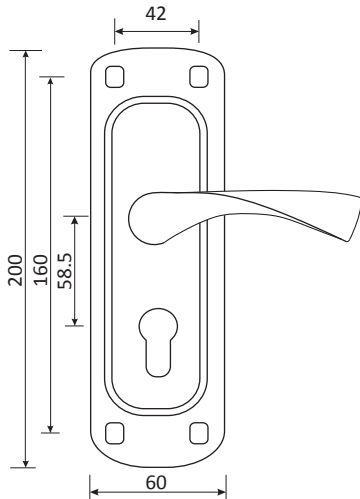

Рис. 3
2. Определите место установки замка и нанесите разметку в соответствии с размерами замка (Рис.3)